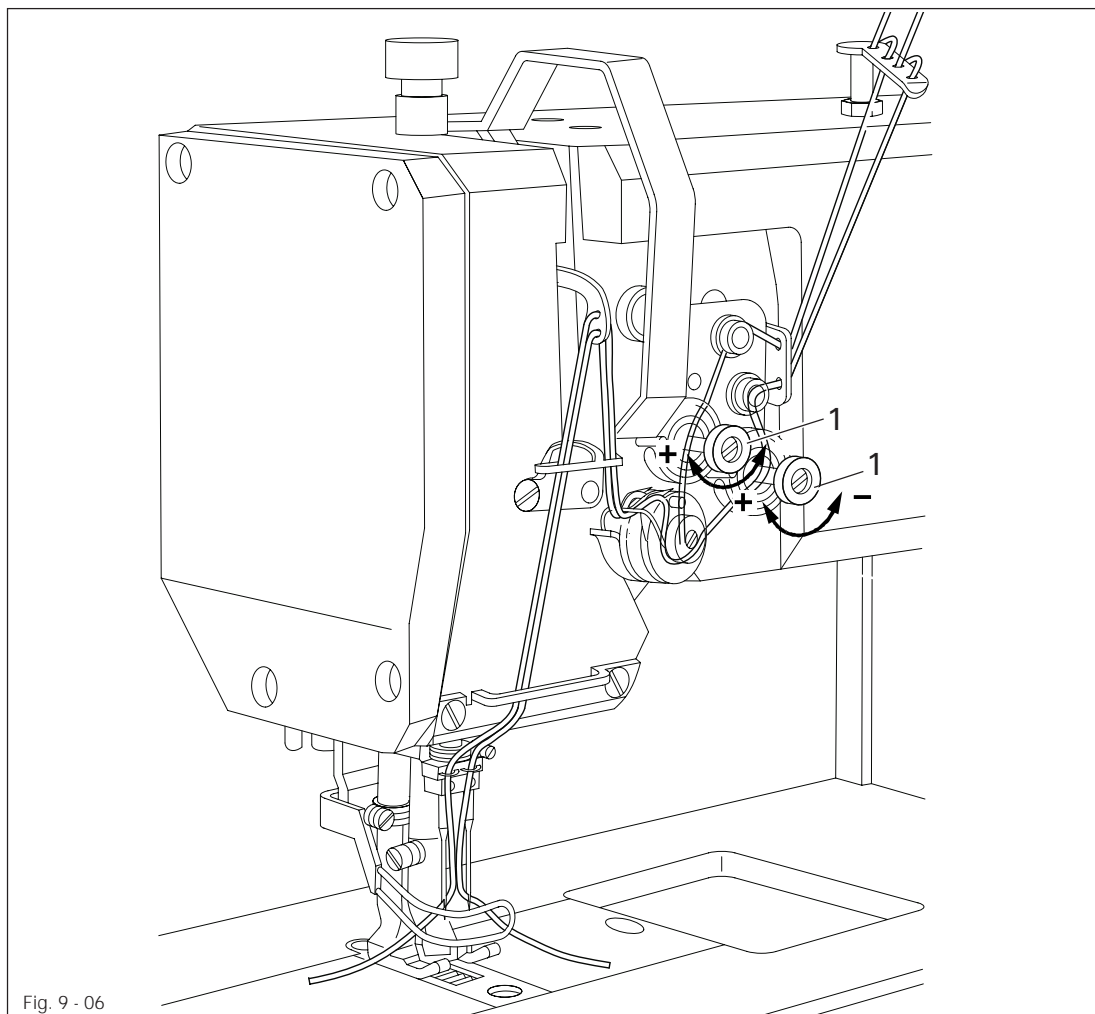

Fig. 9 - 06
- Spule nach Fig. 9 - 04 einfädeln.
- Maschine nach Fig. 9 - 05 einfädeln. Dabei ist zu beachten, daß die Nadel von links eingefädelt wird (siehe Pfeil).
- Maschine nach Fig. 9 - 06 einfädeln. Dabei ist zu beachten, daß die linke Nadel von rechts und die rechte Nadel von links eingefädelt wird.